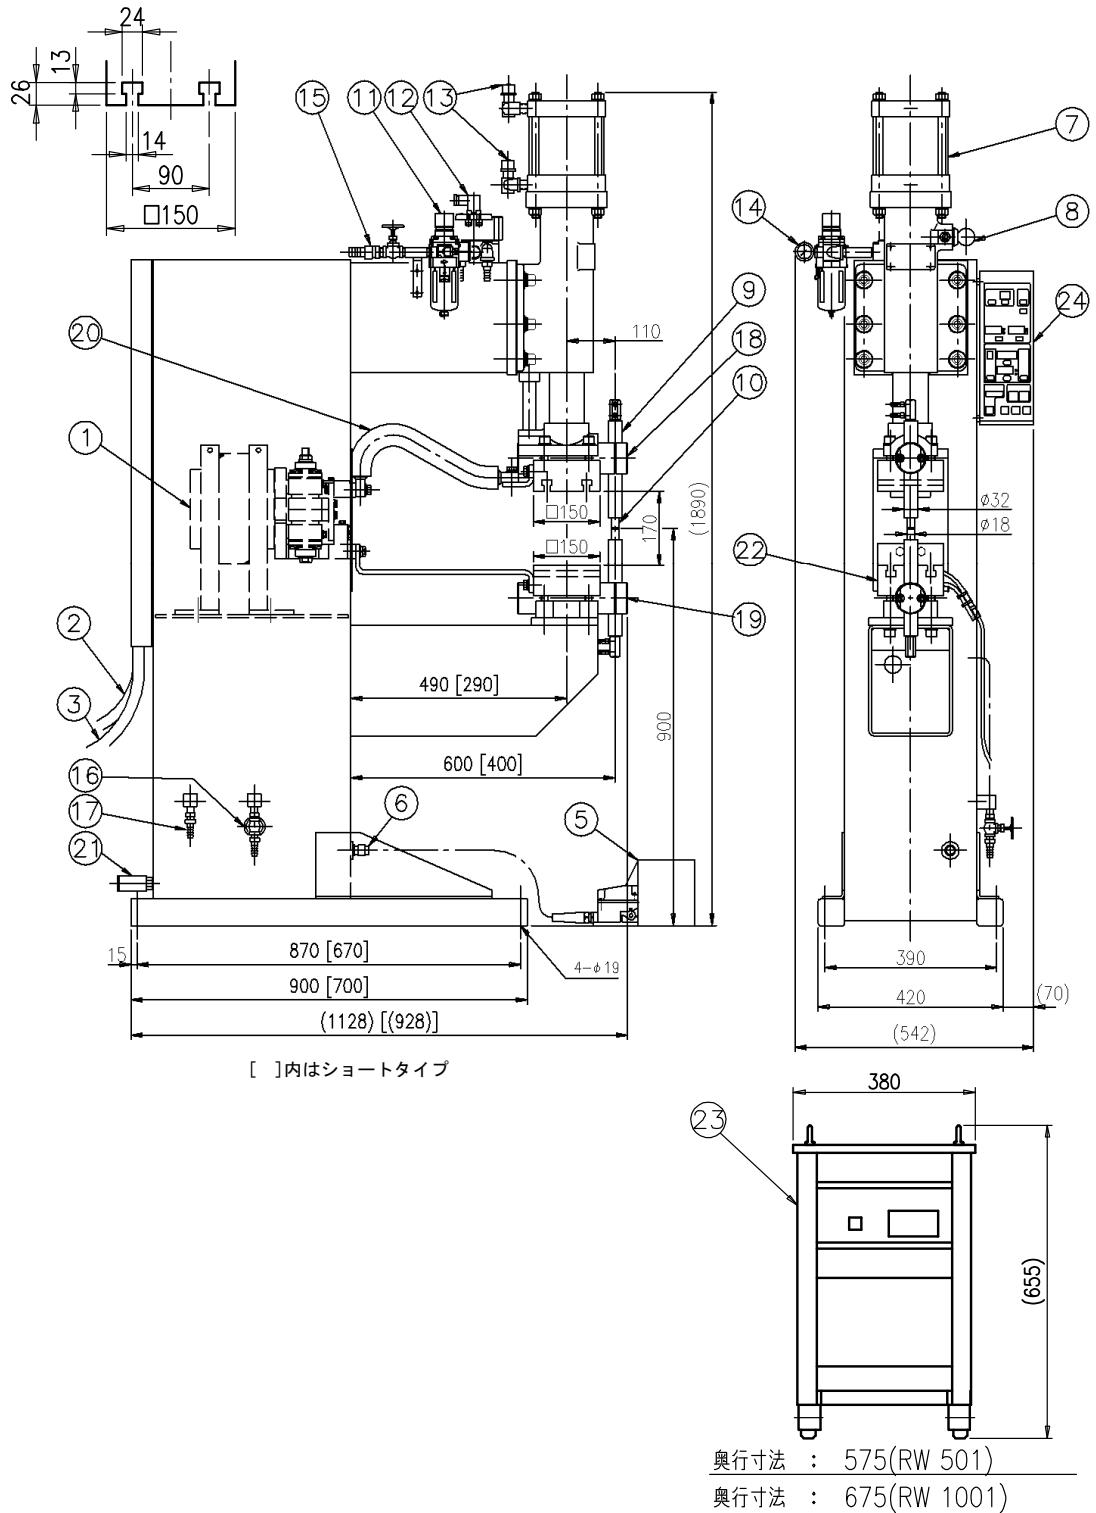

図4. SLA1M(S) 95, 120-610 外形図
12.1.4 標準部品【SLAIM(S)95, 120-610】(図4. 参照)